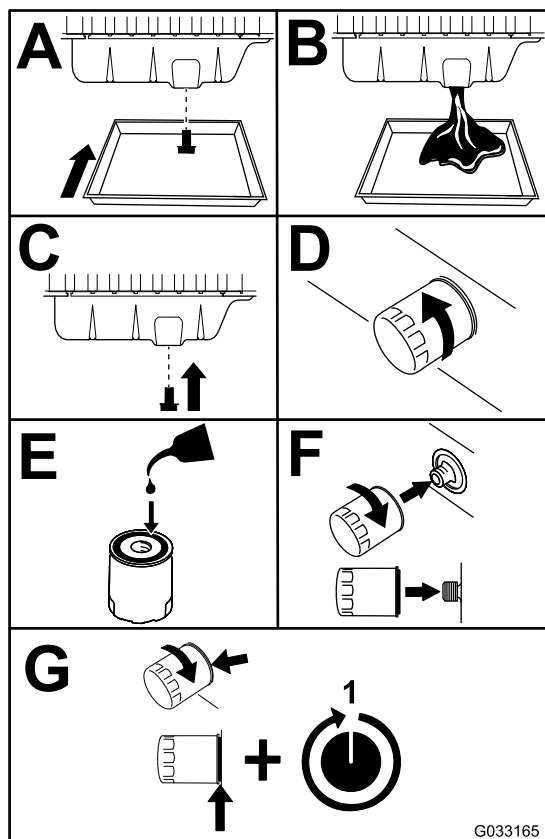

Figura 73
3. Cambie el aceite del motor y el filtro (Figura 73).